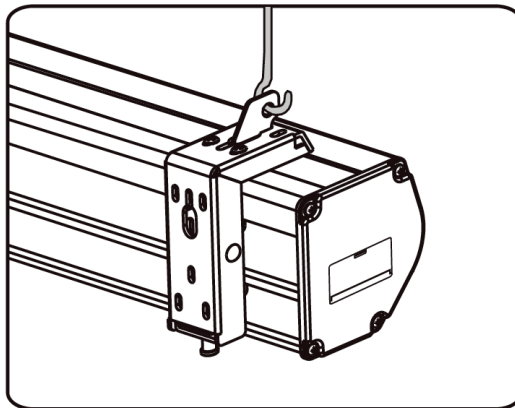

Abbildung 18
4. Prüfen Sie nach Abschluss der Schritte 2 und 3, ob die Wandhalterung sicher am Gehäuse der Leinwand befestigt ist, bevor Sie die Leinwand aufhängen. Hängen Sie die Leinwand wie in Abbildung 18 gezeigt in die Haken ein.